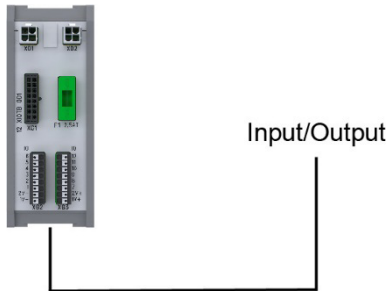

Abb. 6-2: Steuer-Eingänge/-Ausgänge an XIOTB
2. Kabel der ankommenden Steuer-Eingänge/-Ausgänge am Anschlussblock XIOTB an den Klemmen XG2 und XG3 anklemmen (→ Abb. 6-2 und Kapitel 6.3.1, Seite 13).